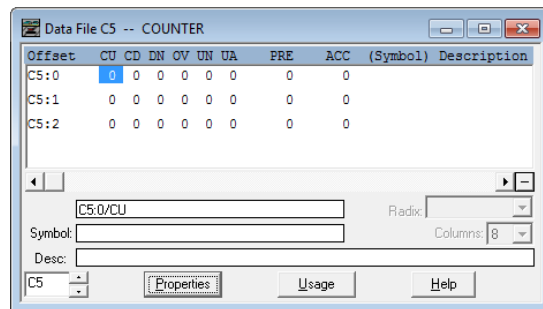

Figura 1. Registro de datos para contadores
**Direccionamiento.-** El direccionamiento de las instrucciones de conteo se da a nivel de elemento, a nivel de palabra y a nivel de bit. El sistema de asignación de direcciones es el mismo para las instrucción CTU (*count up*) y CTD (*count down*). Estas instrucciones requieren de 3 registros de 16 bits (*Words*) para su funcionamiento. En la Figura 1 se muestra el archivo de datos (*Data File*) C5, con tres elementos correspondiente a los contadores configurados y/o programados. Por lo tanto: